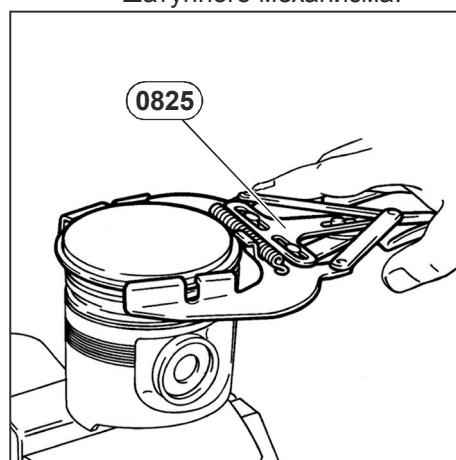

Рис. 43. Снятие колец поршневых.
1. Снять кольца поршневые (8), используя приспособление 0825 (см. Рис. 43).
3. Вынуть пальцы (7) из поршней оправкой.
4. Разобрать поршень, отделив головки поршней (9) от юбок (11).
2. Собрать поршень с кольцами поршневыми, используя приспособление 0825 (см. Рис. 43):